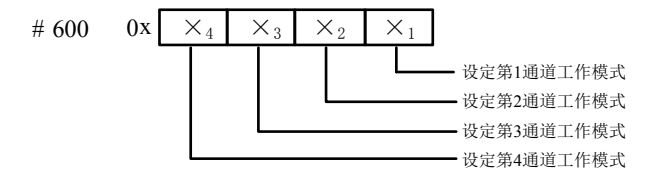

图 2-1 模式设定单元与通道对应关系
6. BFM#600: 模式设定单元。用于设定第 1 通道到第 4 通道的工作模式。具体对应关系如图 2-1 所示。